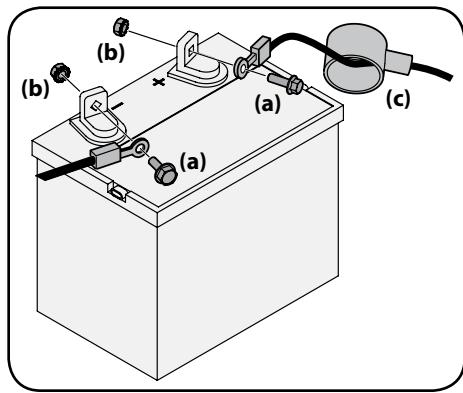

Figura 2-2
- Retire la cubierta plástica, si está presente, del borne positivo de la batería y una el cable rojo al borne positivo de la batería (+) utilizando el perno (a) y la tuerca hexagonal (b). Consulte la Figura 2-2.
- Retire la cubierta plástica, si está presente, del borne negativo de la batería y una el cable negro al borne negativo de la batería (-) utilizando el perno (a) y la tuerca hexagonal (b). Consulte la Figura 2-2.